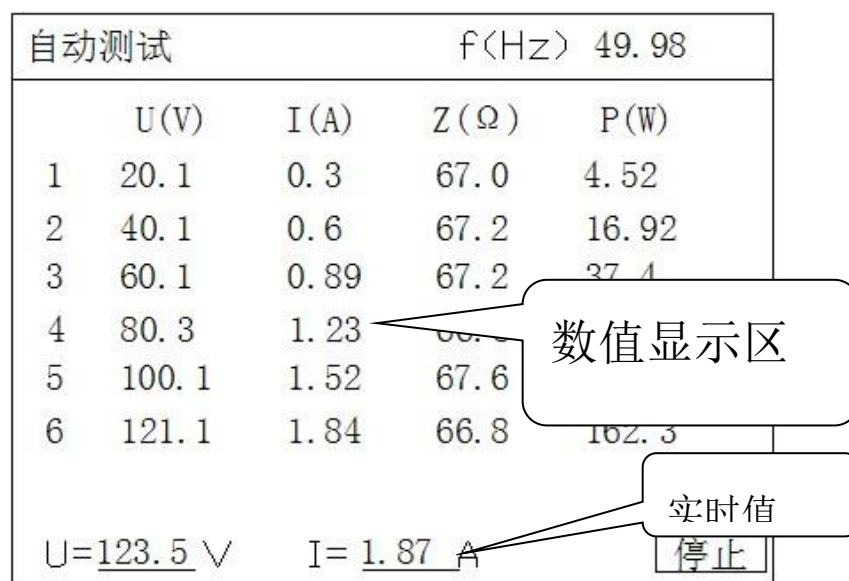

图 4 自动测试界面
- 3) 根据试验需要将以上参数设置好，移动光标选择“开始试验”后即可进入如图 4 所示“自动测试”界面。